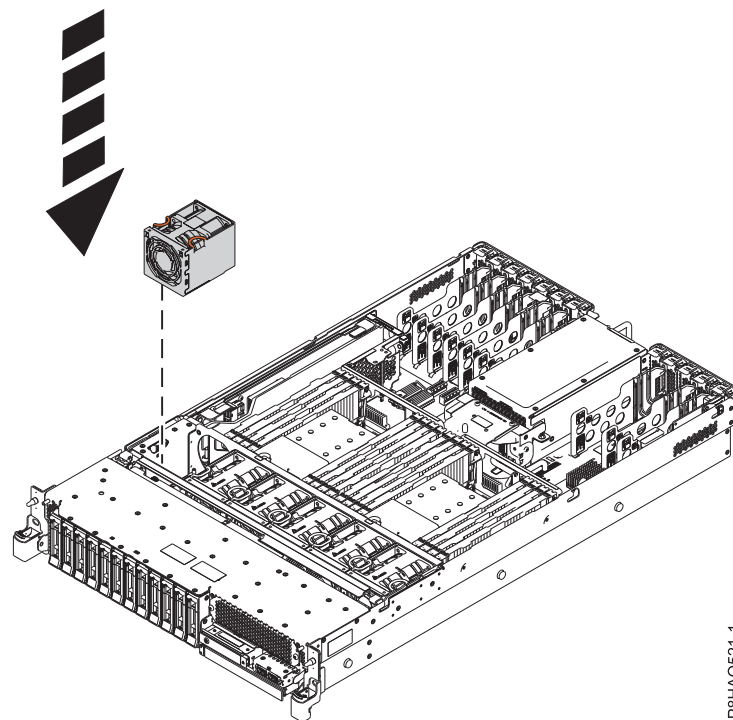

Figura 3. Sustitución del ventilador
3. Apriete los puntos de contacto de color terracota en el ventilador e inserte el ventilador en la ranura en el receptáculo de ventilador, como se muestra en la Figura 3.
4. Suelte los puntos de contacto de color terracota y empuje el ventilador para colocarlo y ajustarlo en su sitio. Consulte la Figura 3.